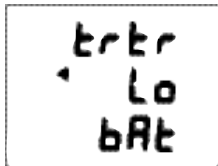

Fig. 3 - BATTERIA SCARICA
- Le condizioni di avvertenza/allarme batteria scarica del trasmettitore vengono visualizzate esclusivamente come schermata Stato batteria scarica trasmettitore (Fig. 3), che viene visualizzata e si alterna alle schermate SURF PRINCIPALE quando la tensione scende al livello di avvertenza (2,75 volt).